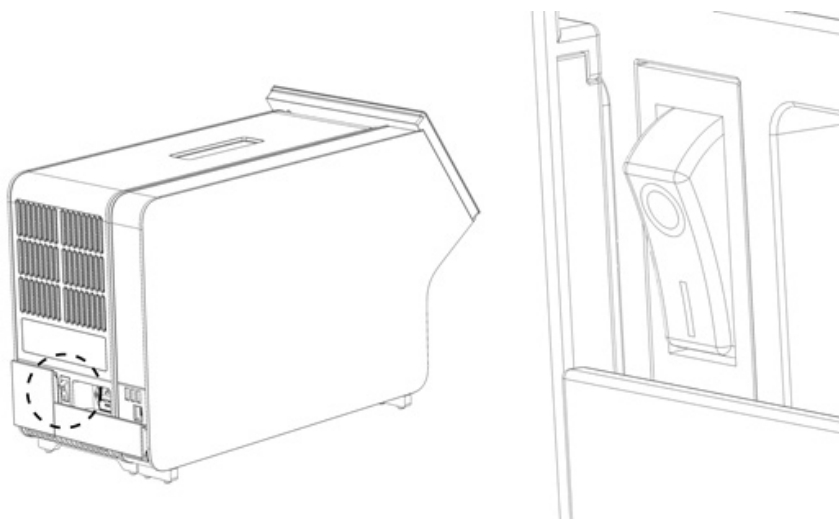

Рис. 21. Розташування вимикача живлення та переведення його в положення «I».
10. Увімкніть прилад, перевівши вимикач на задній панелі аналітичного модуля в положення «I» (рис. 21).